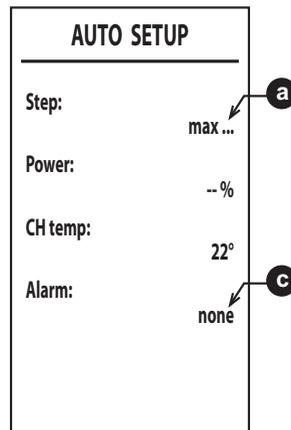

fig. 38
6. Después del encendido el quemador se pone a las distintas potencias (máx., med., mín.) indicadas por el punto **a** (fig. 38).
8. Si la secuencia de encendido descrita en el punto **"6"** no se concluye correctamente, aparece la indicación **max_err** en el punto **a** y un código de error en el punto **c** (fig. 38).